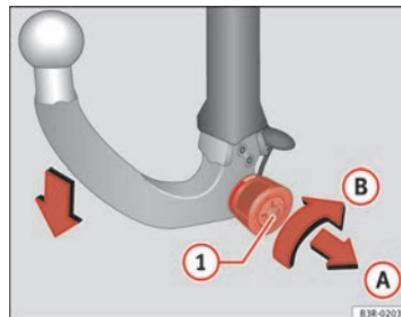

Fig. 159 Dispositivo desmontable para remolque: Desmontar la rótula
- Introduzca la llave en la cerradura **(1)** ⇒ fig. 159 de la rueda moleteada.